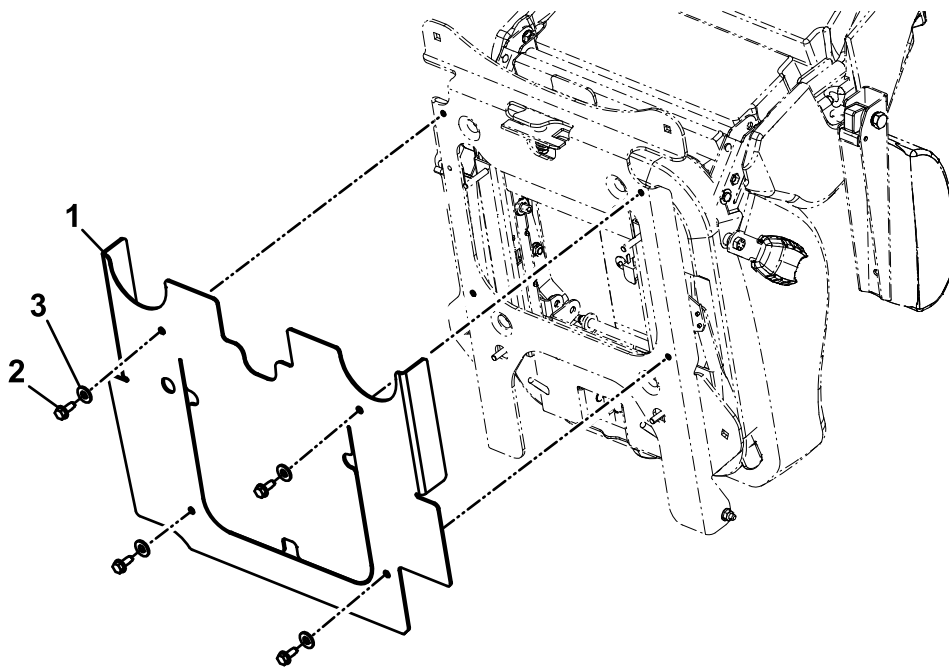

Figura 4
8. Fixe o resguardo térmico à plataforma de apoio do assento utilizando 4 parafusos autorroscantes (5/16 x 3/4 pol.) e 4 anilhas planas (5/16) como mostrado na **Figura 4**.